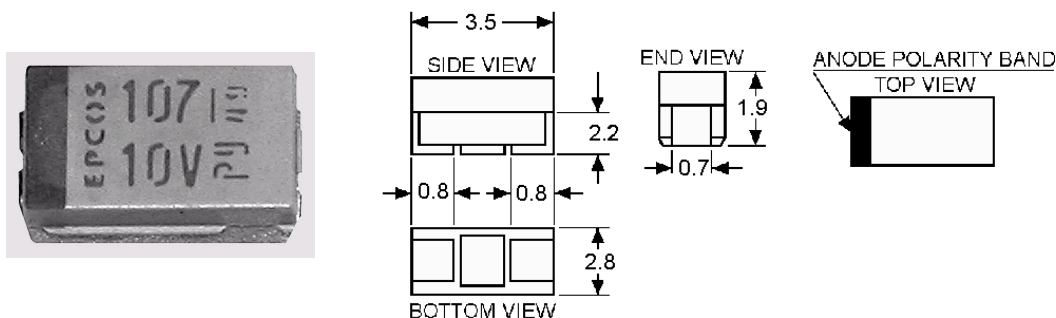

Figura 5. Capsula condensatoarelor polarizate
a) Condensatoarele polarizate ale modului de conversie vor avea capsula prezentată în **figura 5**.